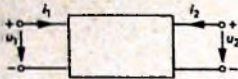

Bild 16. Allgemeiner Vierpol mit einheitlicher Festlegung der Ströme und Spannungen
in einem großen Frequenzbereich (zum Beispiel Breitbandverstärker). Für die Spannungs- und Strompfeile in Transistor-Ersatzschaltbildern gelten bei den Parameter-Ersatzschaltbildern grundsätzlich die nach Bild 16 einheitlich festgelegten Zählrichtungen. Für die physi-
kalischen Ersatzschaltbilder bestünde dagegen die Möglichkeit, für jede Grundschaltungsart vier verschiedene Ersatzschaltbilder aufzustellen, nämlich für die einheitlich festgelegten Zählpfeile nach Bild 16 (das heißt also für die symmetrische Vorzeichenregel), für die unsymmetrische Vorzeichenregel [1] sowie für die erste und zweite konventionelle Stromrichtung. Da aber alle Ersatzschaltbilder gleichwertig sind und keines besondere Vorteile bietet, benutzt man im gesamten Schrifttum auch bei den physikalischen Ersatzschaltbildern einheitlich die nach Bild 16 festgelegten Zählrichtungen für die Spannungen und Ströme. Bei den Spannungspfeilen ist es natürlich ebenso möglich, an Stelle der Klemmenspannungspfeile die EMK-Pfeile [1] zu benutzen.
Sie gelten für die im Bild 16 festgelegten Strom- und Spannungspfeile. Aus den Gleichungen (1) und (2) lassen sich direkt entsprechende Ersatzschaltbilder aufstellen (Bilder 19 und 20). Man braucht nur rückwärts die Maschen- und Knotengleichungen der Ersatzschaltbilder hinzuschreiben, um sich von der Richtigkeit zu überzeugen.
Auf Grund der festgelegten Definitionsgleichungen (1) und (2) sind auch die Richtungen der inneren gesteuerten Spannungs- und Stromquellen in den Ersatzschaltbildern eindeutig festgelegt. Eine Umkehr irgendeiner gesteuerten Quelle würde auch eine Änderung der Definitionsgleichungen zur Folge haben. Man hätte dann ein besonderes System von Parametern und dürfte diese nicht mehr als  $h$ - oder  $y$ -Parameter bezeichnen. Setzt man nun die Parameterwerte mit ihren Vorzeichen, die sich auf Grund der einheitlichen Zählrichtungen nach Bild 16 ergeben und daher auch nur für diese Richtungen gelten, in die ebenfalls nach Bild 16 aufgestellten Gleichungen für die Betriebseigenschaften des Transistors ein, dann erhält man stets das richtige Ergebnis.
- Positive Spannungsverstärkung: Eingangs- und Ausgangsspannung haben die im Bild 16 eingezeichneten Richtungen (Polaritäten), das heißt, sie sind in Phase.
- Negative Spannungsverstärkung: Die Ausgangsspannung ist in Wirklichkeit entgegengesetzt wie im Bild 16 gezeichnet, also gegenüber der Eingangsspannung um  $180^\circ$  phasenverschoben.
- Positive Stromverstärkung: Eingangs- und Ausgangsstrom fließen (konventionelle Richtungen betrachtet) in den im Bild 16 angegebenen Richtungen.